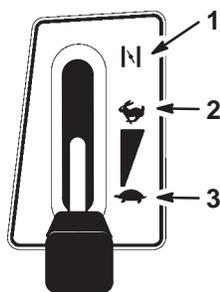

Bild 9
5. Stellen Sie den Gashebel auf Choke (Bild 9).
7. Schieben Sie den Gashebel, sobald der Motor angesprungen ist, langsam auf Schnell (Bild 9). Stellen Sie, wenn der Motor aussetzt oder unregelmäßig läuft, den Gashebel für ein paar Sekunden wieder zurück auf Choke. Stellen Sie dann den Gashebel auf Schnell. Wiederholen Sie diesen Vorgang nach Bedarf.
1. Stellen Sie den Gashebel auf Langsam (Bild 9).